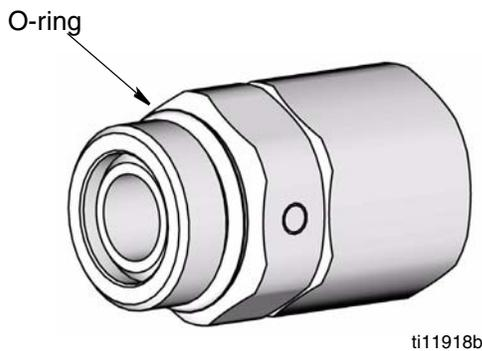

FIG. 4
2. Examine la junta o-ring de la parte giratoria (FIG. 4). Si se encuentra dañada, reemplace con la pieza número 105765 (no se incluye en este kit).